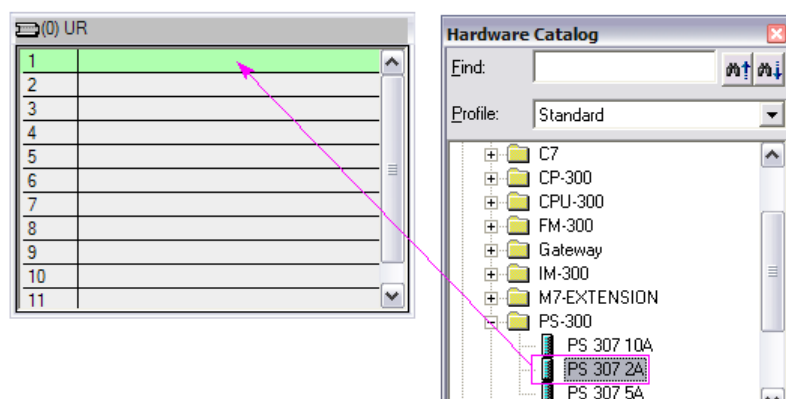

Рис. 10. Вид экранной формы для выбора модулей контроллера
Модули контроллера последовательно методом Drag&Drop (буксировкой) перетаскивают в появившуюся таблицу (образ стойки) (0) UR из каталога аппаратуры. При выделении модуля в каталоге место в стойке подсвечивается зеленым цветом (рис. 10).